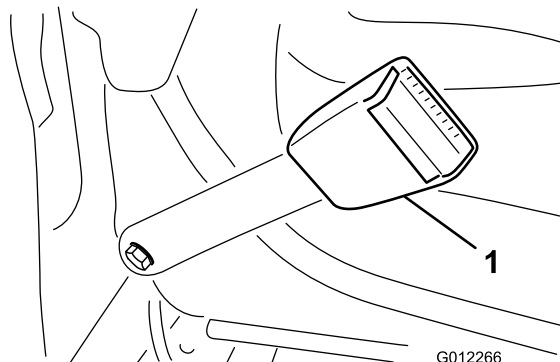

Figura 6
1. Monte a extremidade de cada fecho do cinto de segurança nos orifícios da parte posterior do banco, utilizando 2 parafusos (7/16 pol. x 1 pol.), anilhas chatas (7/16 pol.) e anilhas de segurança (7/16 pol.) (Figura 6).